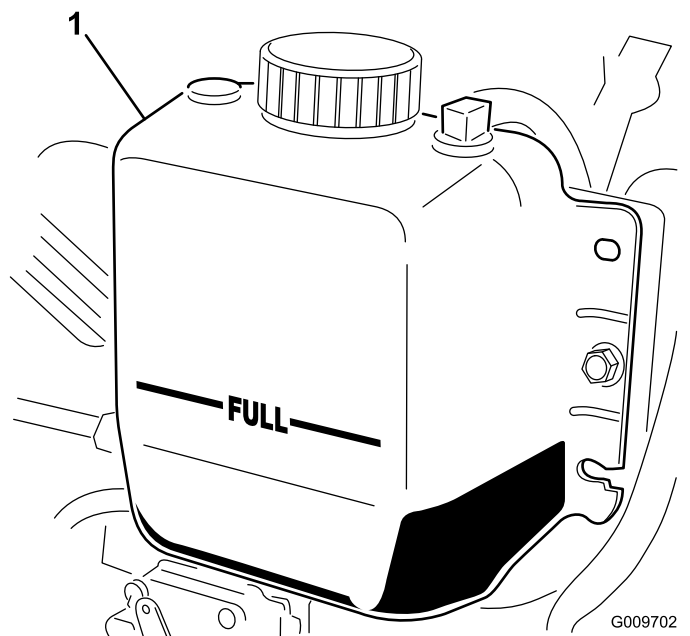

図 71
2. ラジエーター内部の液量を点検する。ラジエーターは補給口の首の部分まで、補助タンクはFULLマークまでであれば適正です 図 71。